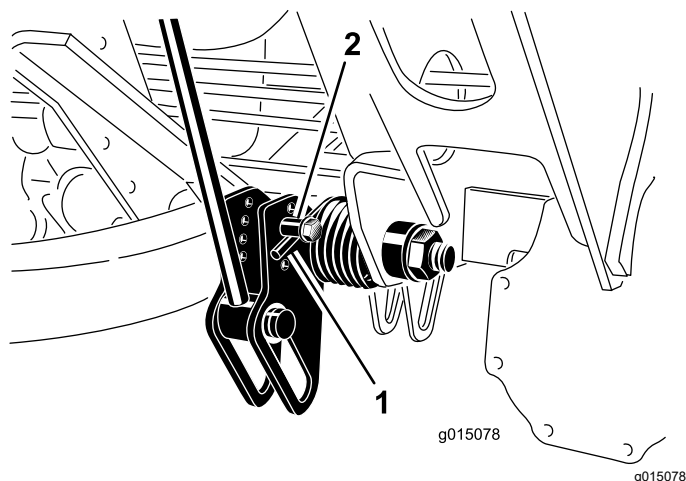

Figura 59
2. Coloque un tubo u otro objeto similar sobre el extremo largo del muelle para aliviar la tensión durante el ajuste (Figura 59).
3. Para aliviar la tensión del muelle, retire el perno y la contratuerca que sujetan el actuador del muelle al soporte (Figura 59).